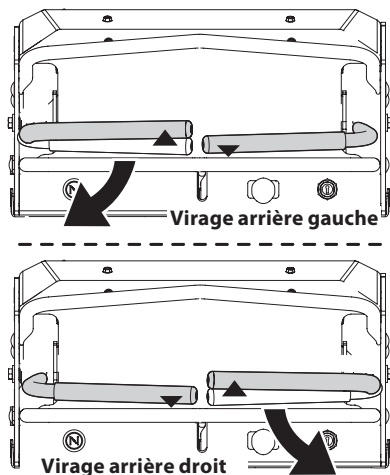

Fig. 13
1. Pour tourner à gauche en marche arrière, déplacez le levier de contrôle de gauche vers l'avant du levier de contrôle de droite (Fig. 13).
2. Pour faire demi-tour en marche arrière, déplacez le levier de contrôle droit en avant du levier de contrôle gauche (Fig. 13).